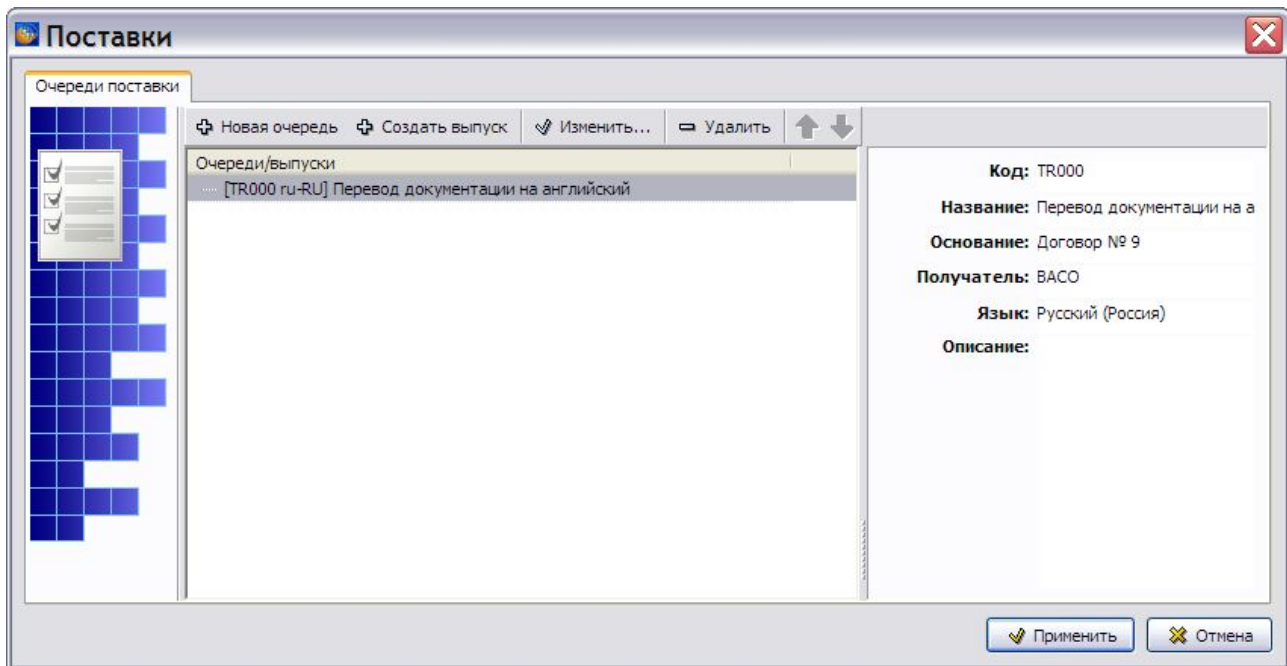

Рис. 11.10
6. В диалоговом окне **Поставка** нажмите на кнопку **Применить**. Произойдет возврат в диалоговое окно **Поставки** (Рис. 11.10).